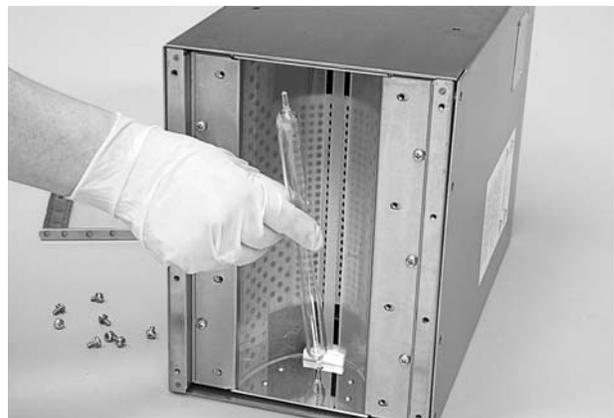

Figure 4-2 Remplacement de l'ampoule
4. Voir la figure 4-2. Saisir les extrémités de l'ampoule et la pousser vers un côté. Soulever une extrémité de l'ampoule hors de l'orifice de retenue, l'autre extrémité devrait sortir de l'autre orifice de retenue.